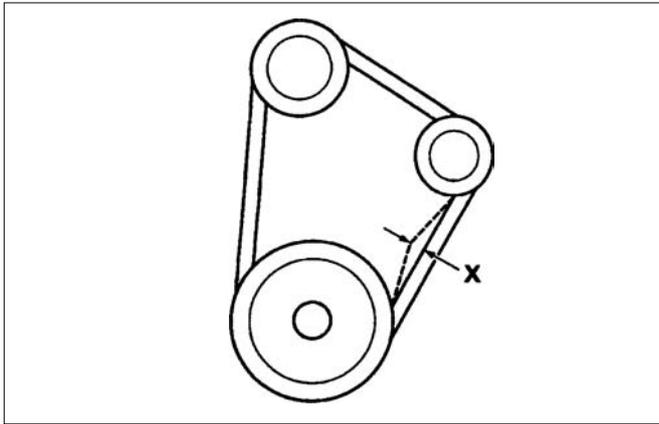

FIG. 67
**FIG. 67** : Une bonne tension de la courroie du ventilateur aide à assurer une circulation adéquate du liquide de refroidissement dans le bloc-cylindres et le radiateur. La courroie est correctement tendue lorsqu'elle se déforme d'environ 13 mm si l'on exerce une pression du pouce au centre de la portée de la courroie.